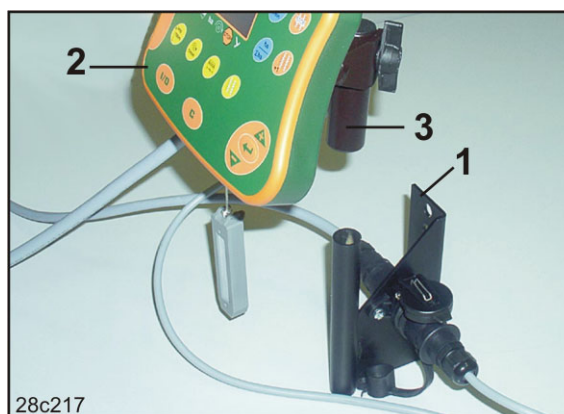

Fig. 17
1. Skru konsollen (Fig. 17/1) svingningsfrit og elektrisk ledende på til højre for føreren i traktorens førerhus i området, hvor terminalen kan ses og nås (Fig. 17/2).
2. Udstyr betjeningsterminalen med modstykket (Fig. 17/3).